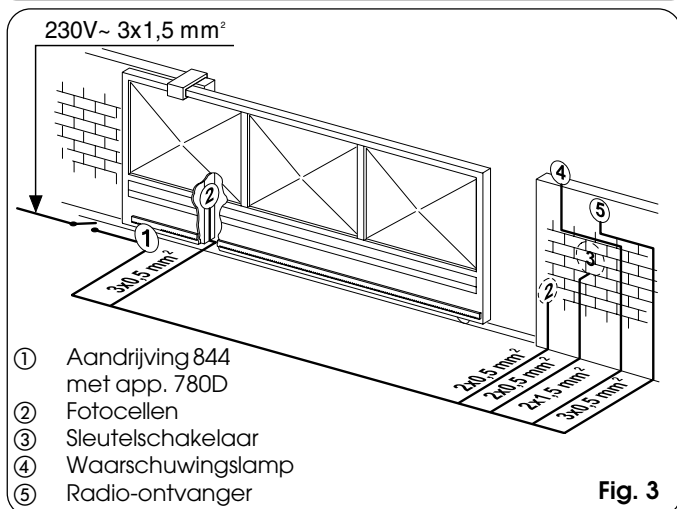

Fig. 3
accessoires en voor de elektrische voeding zoals op fig. 3. Om de aansluitingen gemakkelijk tot stand te brengen, de kabels ongeveer 40 cm uit het gat (figg. 5-6 ref. ①) van de funderingsplaat laten steken.